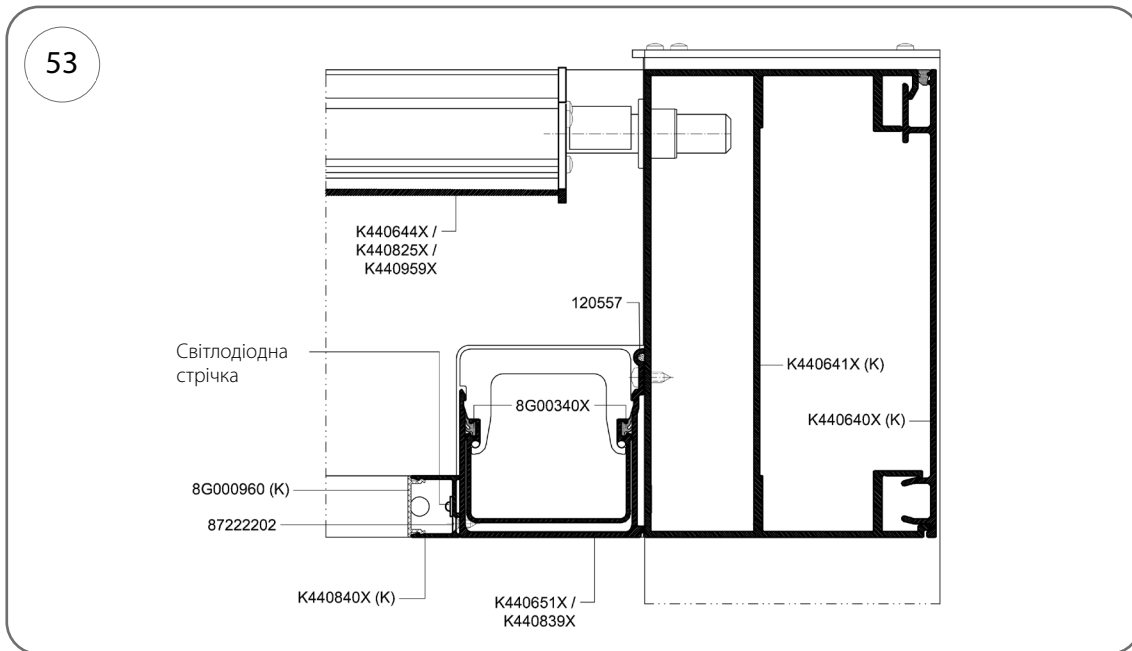
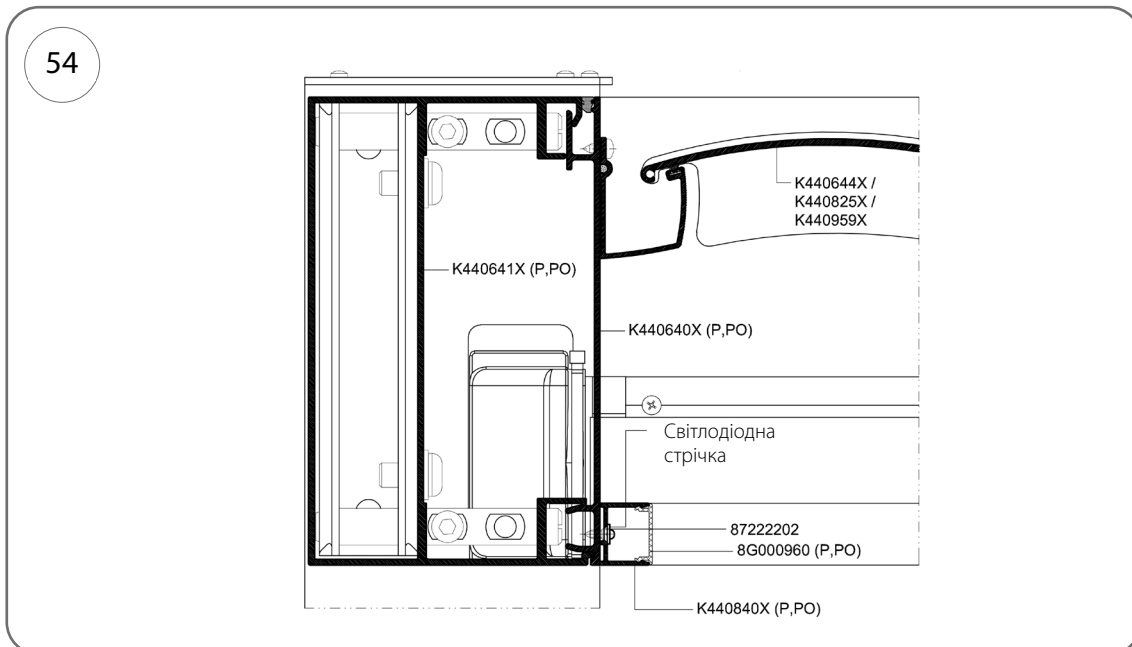

Рис. 53
Рис. 54
1. Прикрутіть кришку обрешітки (кат. № K440640X) (рис. 53) та корпус жолоба (кат. № K440651X або K440839X) (рис. 54) до світлодіодного профілю (кат. № K440840X) за допомогою гвинтів о 3,5 x 9,5 мм (кат. № 87222202).